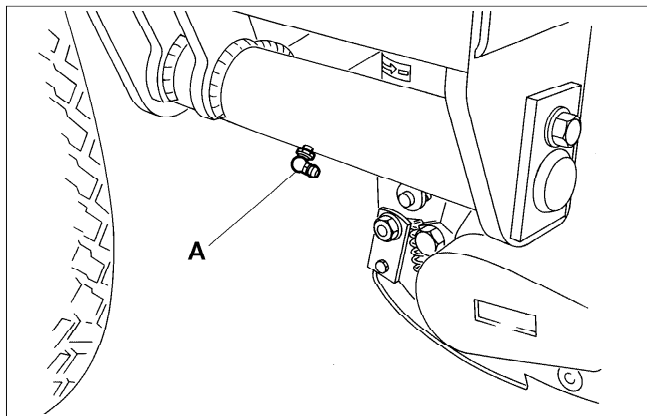

Fig.29
- (b) Lift arm pivots rear (A Fig.29).
- (b) Arrière des pivots du bras gauche (Fig. 29 "A").